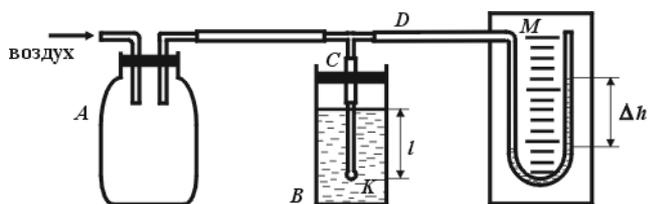

Рис. 2.21
**Описание установки и метода.** Установка (рис. 2.21) состоит из баллона  $A$ , в который с помощью насоса накачивается воздух. С помощью трубки  $D$  и тройника  $C$  баллон  $A$  соединяется с капилляром  $K$ , опущенным в сосуд  $B$  с